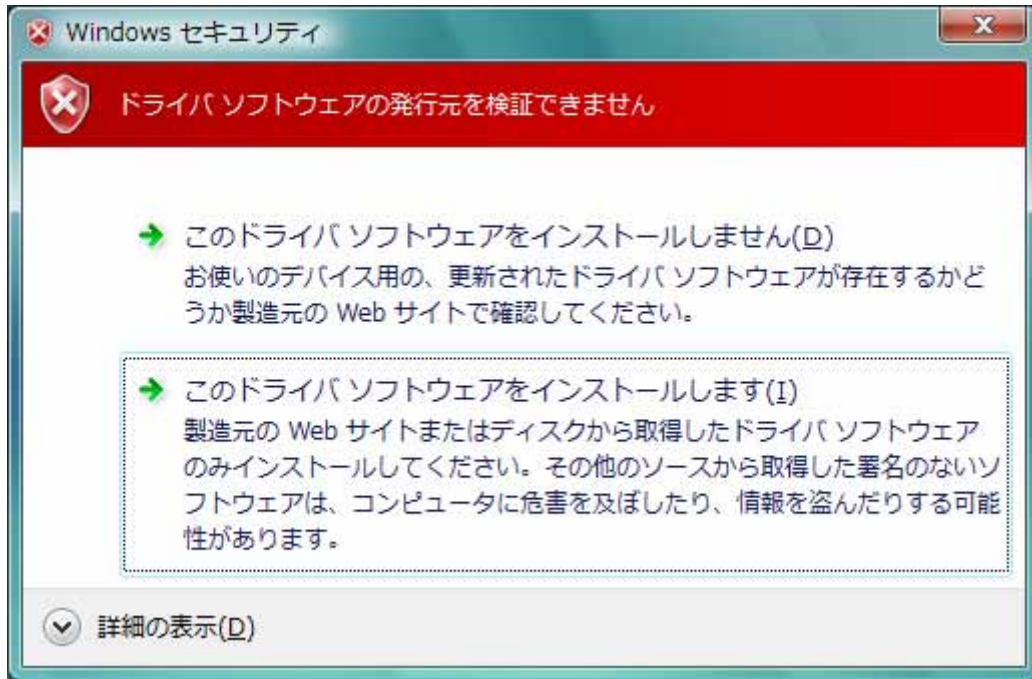

図 3.1.2 セキュリティ警告 (Windows Vista) 画面
「次へ」をクリックすると、Windows Vista では「図 3.1.2 セキュリティ警告 (Windows Vista) 画面」が表示されますので、「このドライバソフトウェアをインストールします (I)」を選択してください。(Windows XP/Server2003/Server2008 ではメッセージ内容が異なります。インストール継続を選択してください。)